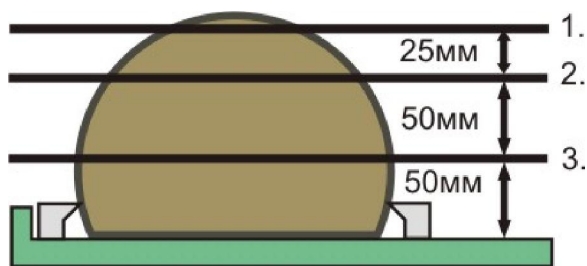

рис. 2.
13. Джойстиком установите пилу на высоту 129.0 мм, дисплей (2.) показывает «129.0», рис. 2 позиция 1.
15. **Перед** подъемом пилы нажимаем на кнопку (R) для утверждения места распила в дисплее (1.).
16. Джойстиком установите пилу на высоту 27.0 мм (25.0 + 2.0 = 27.0), дисплей (1.) показывает «27.0», рис. 2 позиция 2.
18. **Перед** подъемом пилы нажимаем на кнопку (R) для утверждения места распила в дисплее (1.).
19. Джойстиком установите пилу на высоту 52.0 мм (50.0 + 2.0 = 52.0), дисплей (1.) показывает «52.0», рис. 2 позиция 3.